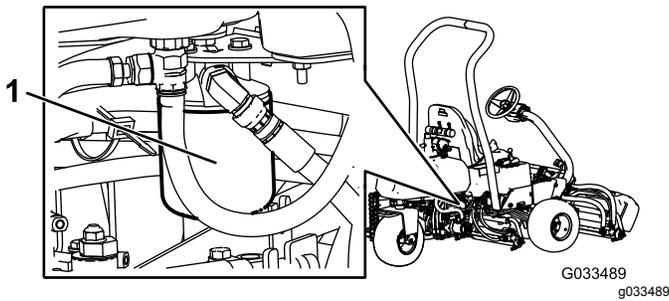

Figure 52
3. Répétez les opérations 1 et 2 pour le filtre hydraulique droit (Figure 52).